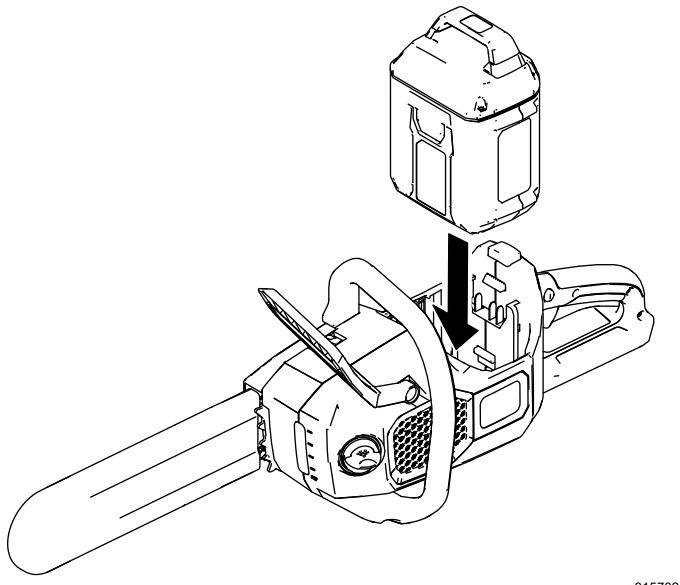

Figure 9
- Alignez la languette de la batterie sur le logement dans la tronçonneuse (Figure 9).